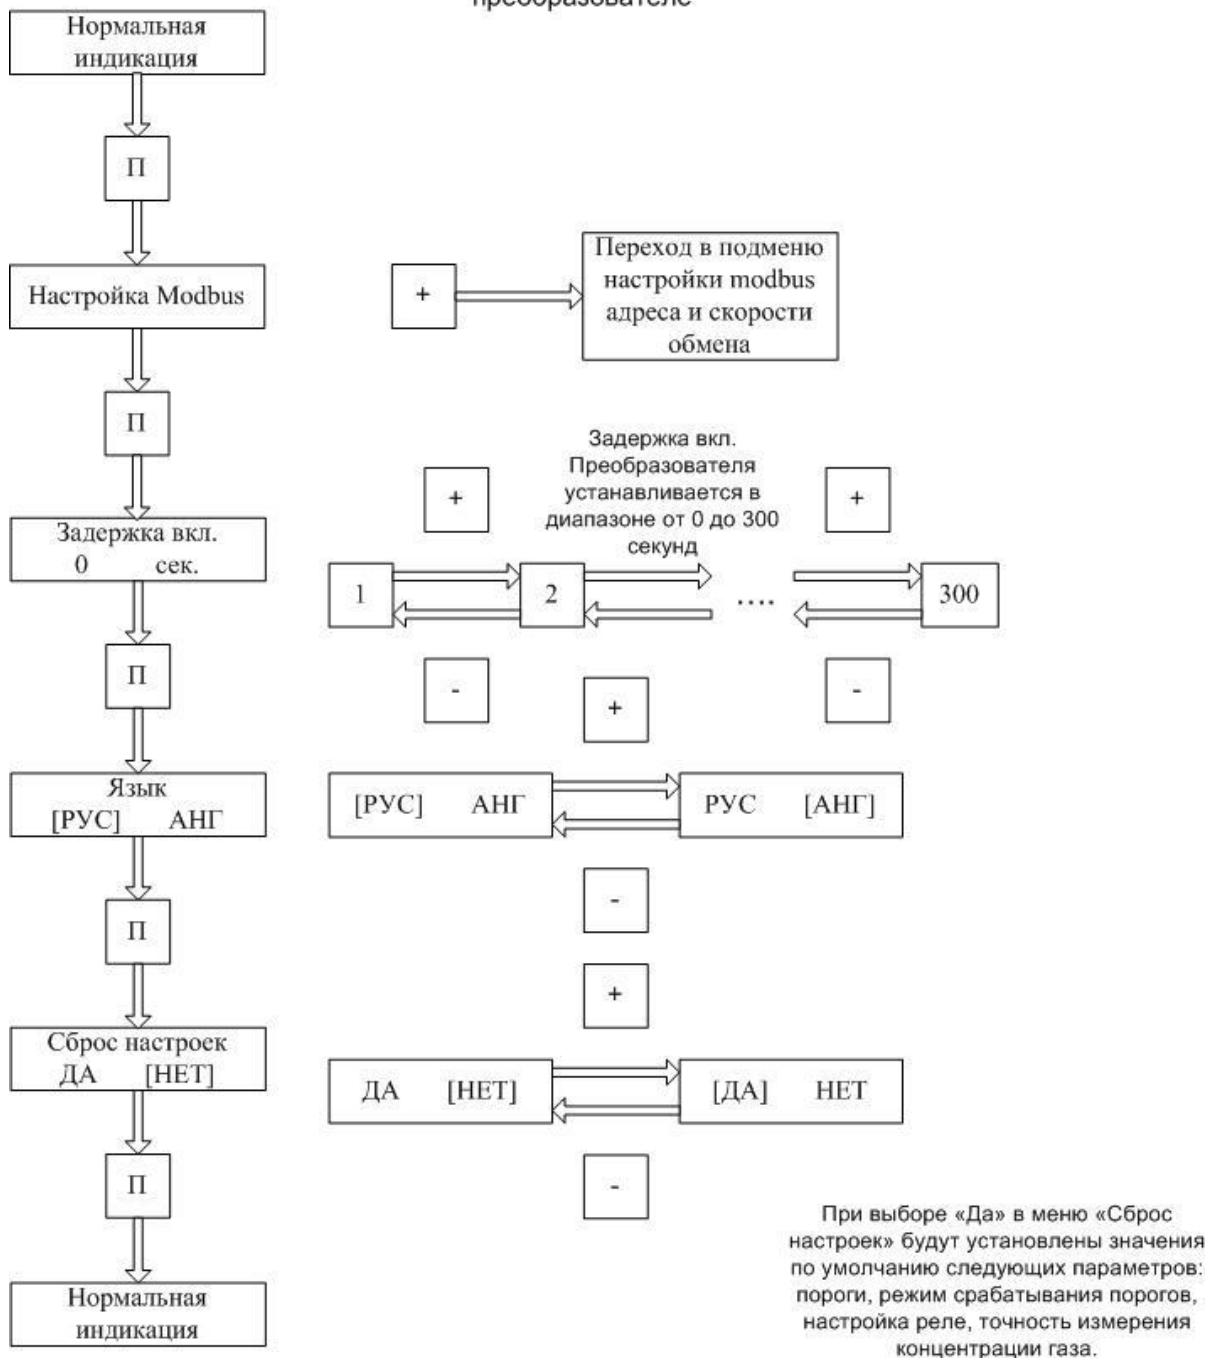

Рисунок 9 – Меню настройки прибора без преобразователя
6.6.8 При отключенном преобразователе меню газоанализатора ССС-903М19 имеет следующую структуру (рисунок 9).